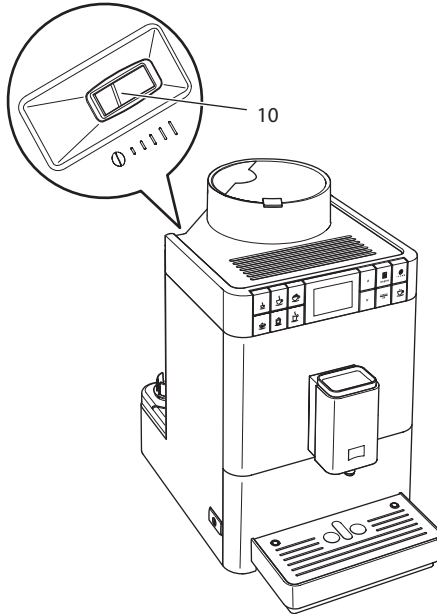

Bild 16: Spak för inställning av malningsgrad
- » På höljet ser du nu spaken för inställning av malningsgrad (10).
2. Skjut spaken åt vänster eller höger enligt Bild 16.